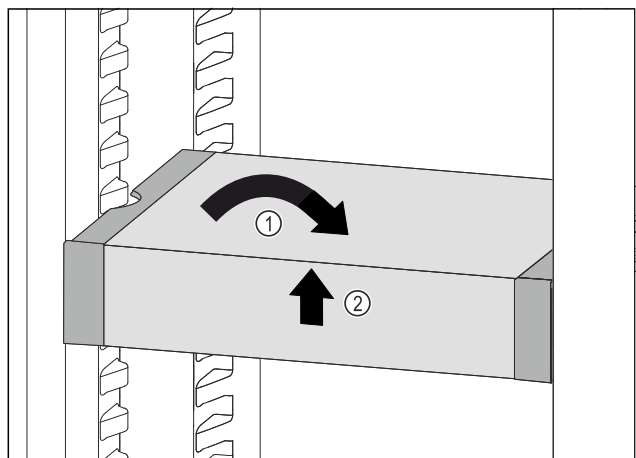

Fig. 199
- Remettre le VarioSafe droit. Fig. 199 (1)
- Soulever la partie avant du VarioSafe. Fig. 199 (2)